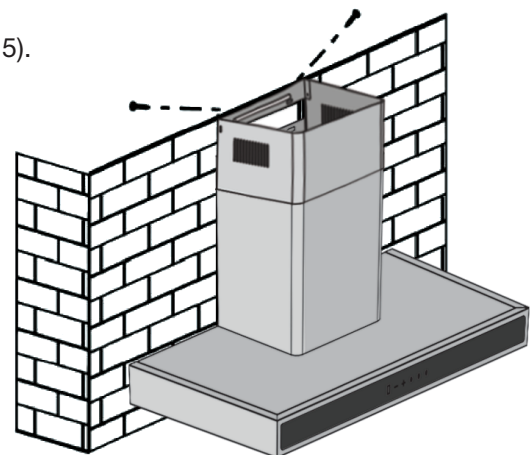

Figure 5
- Fixez la cheminée à l'intérieur sur le support avec deux vis (voir figure 5).